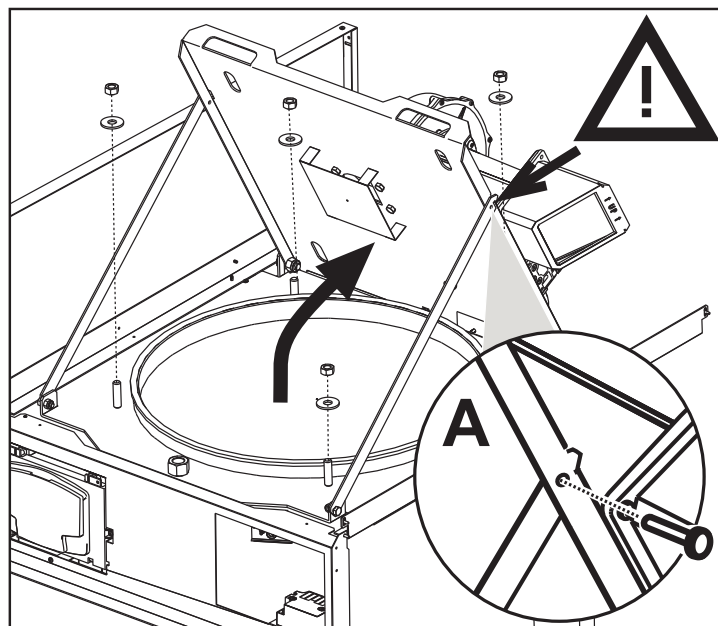

fig. 69
2. Togliere i quattro dadi e rondelle (fig. 69).
3. Aprire la porta bruciatore (fig. 69).
**!** Dopo aver aperto la porta bruciatore e averla agganciata ai braccetti di supporto è obbligatorio inserire un perno nel foro di sicurezza (rif. A - fig. 69), in modo da evitare il rischio di sgancio accidentale durante le operazioni di manutenzione.